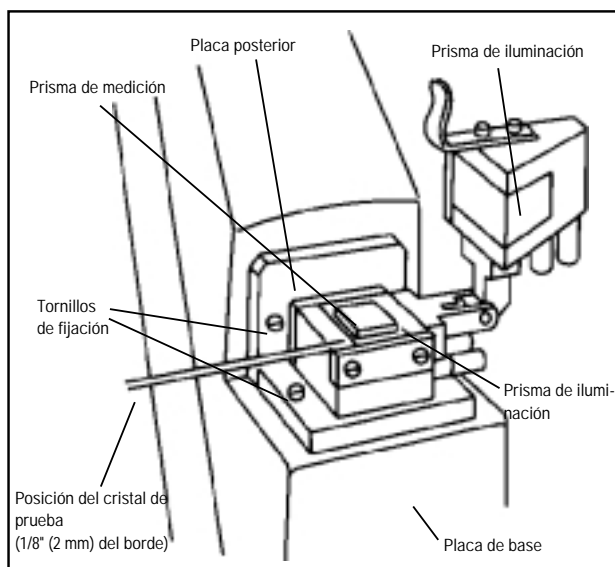

Figura 4
1. Abra la cubierta del conjunto del prisma (Figura 4) y retire el paño protector del lente. Limpie la superficie del prisma de medición con alcohol y luego con agua destilada. Seque con un paño limpio suave o papel para lente pero no frote la superficie de medición del prisma cuando ya esté ya seca. Cualquier residuo dejado en el prisma puede afectar la exactitud de la lectura.